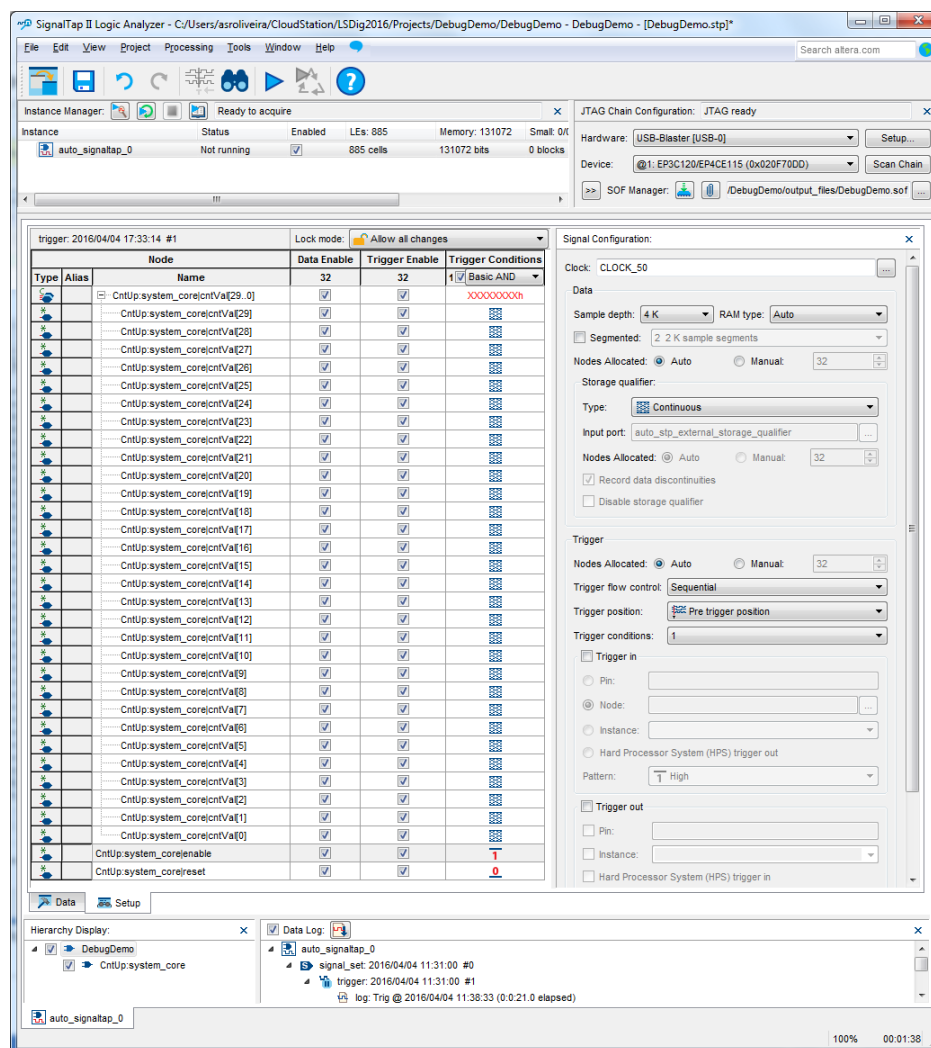
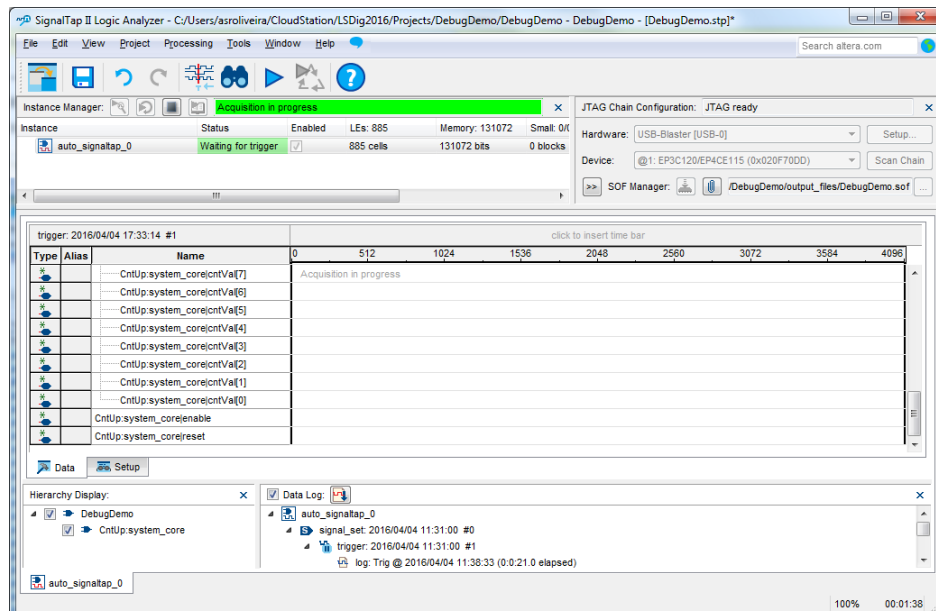
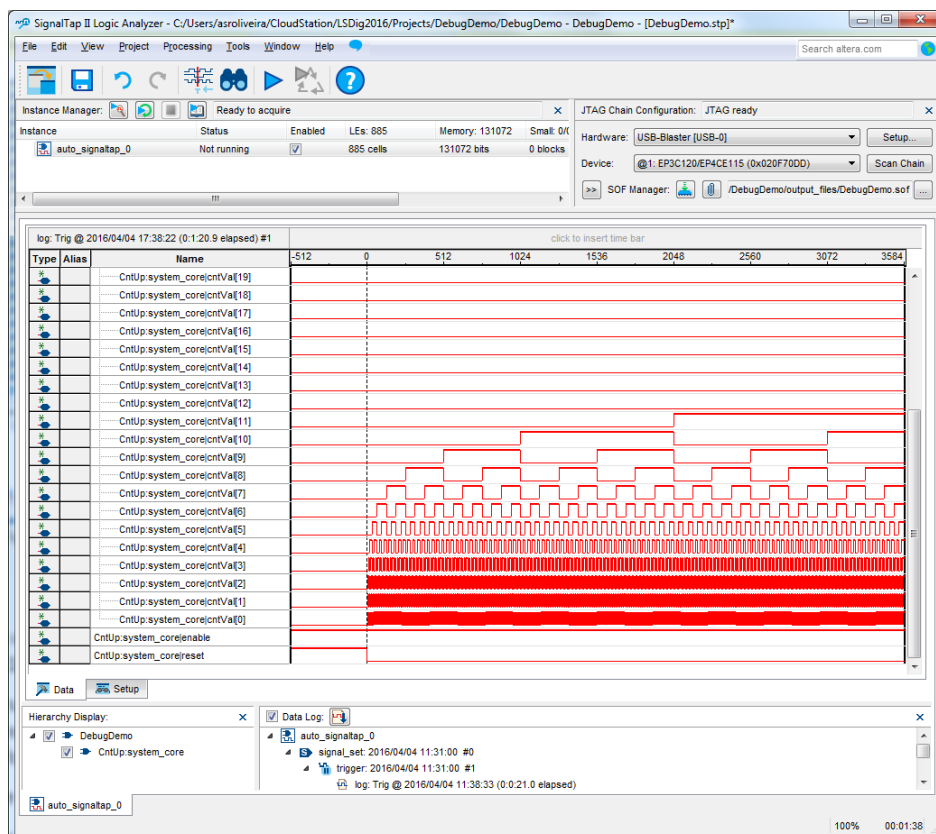

Figura 24 – Aspeto da aplicação “*SignalTap II Logic Analyser*” após programação da FPGA.
Figura 25 – Janela “Data” da aplicação “SignalTap II Logic Analyser” antes da captura (aguardar verificação da condição de disparo da captura).
Figura 26 – Janela “Data” da aplicação “SignalTap II Logic Analyser” depois da captura.
9. Após a programação da FPGA (Figura 24) mude a janela principal da aplicação “*SignalTap II Analyser*” de “*Setup*” para “*Data*” (Figura 25). Neste ponto está tudo configurado e preparado para ser iniciada a captura de amostras dos sinais pretendidos. Para tal, basta selecionar o comando “*Processing* → *Run Analysis*” e de seguida desativar a entrada de “*reset*” e ativar a entrada de “*enable*” do contador de forma a que seja satisfeita a condição de *trigger* e iniciada a captura dos sinais pretendidos. Uma vez recolhidas 4K amostras de cada sinal, os respetivos valores são transferidos para o computador e visualizados na aplicação “*SignalTap II Analyser*” (Figura 26).